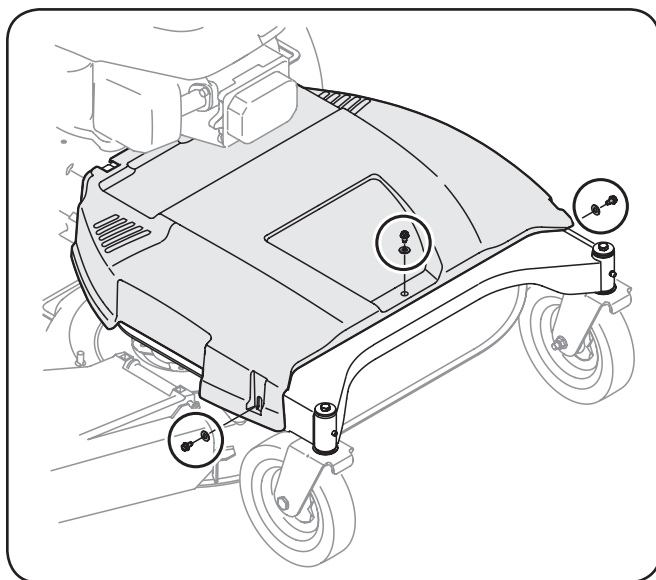

Figura 7-1
1. Para sacar la cubierta de la correa saque los tres tornillos y arandelas que la sujetan al bastidor. Vea Figura 7-1.
2. Retire la cubierta de la correa como se ha indicado antes en esta sección. Consulte Figura 7-1.